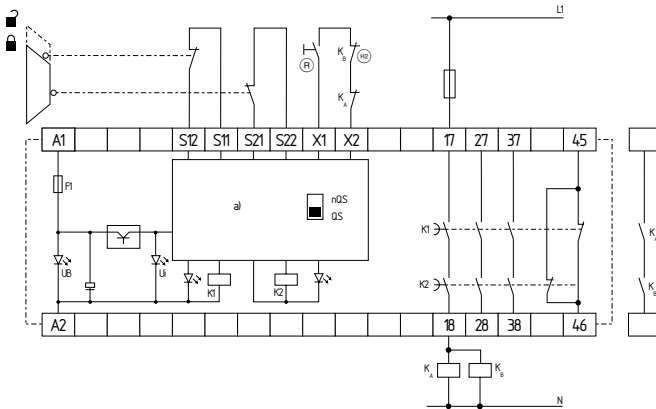

Fig.4
Controlo de dois canais, representado no exemplo de uma monitorização de porta de proteção com dois interruptores de posição, sendo um contacto de abertura forçada; com botão externo de Reset (R) (ver Fig. 4)
- (R) = Circuito de retorno